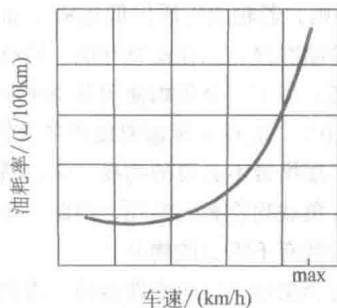

图 1-12 车速与油耗率的关系
(3) 尽可能不要以最高车速行驶。如图1-12所示为某一档位油耗率与车速的关系曲线,从该图可知,若以最高车速的3/4行驶,则与最高车速相比,油耗可降低50%。